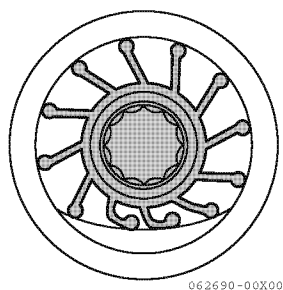

Figure 9
4. Durante l'installazione, posizionare le lame della girante come indicato in figura. **(Figure 9)**